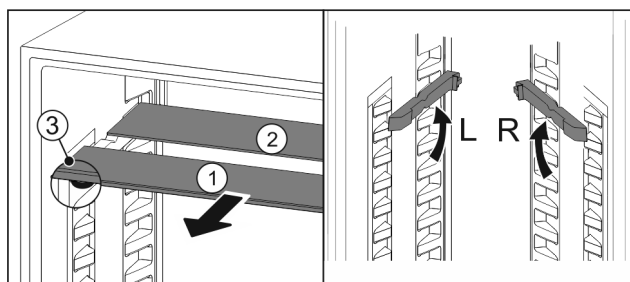

Fig. 86
- 将玻璃隔板逐个向前拉出 Fig. 86 (1)。
- 带装饰条的玻璃隔板 Fig. 86 (1)在前。
- 阻挡装置 Fig. 86 (3)指向下方。